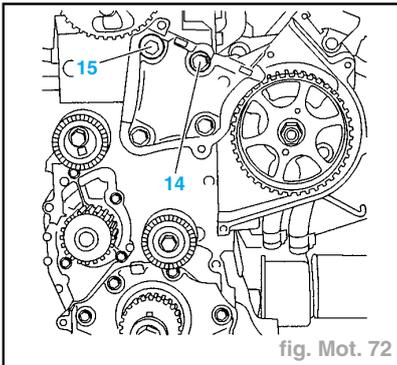

fig. Mot. 72
- le support (11),
- les fixations (10) du boîtier de sortie d'eau,
- les goujons (12),
- Écarter le boîtier de sortie d'eau (9) du carter-cylindres.
- Déposer les vis (14) et (15) (fig. Mot. 72).